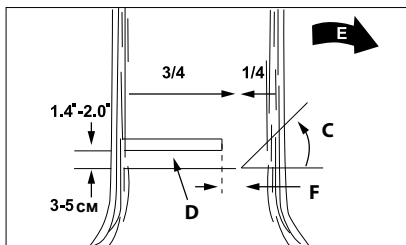

Рис. 15
**Внимание!** Не ходите перед деревом, на котором уже произведены надпилы. Окончательный срез (D) выполняется с обратной стороны дерева в 3-5 см над горизонтальной основой надпила (С) (рис. 15).